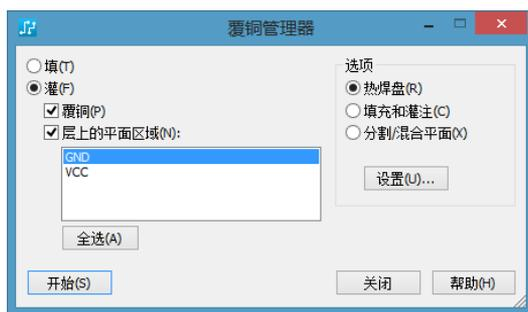

图 12-23 “覆铜管理器”窗口的设置
(1) 在菜单栏中执行“工具”“覆铜管理器”命令，在弹出的“覆铜管理器”窗口中勾选“层上的平面区域”复选框，如图 12-23 所示。